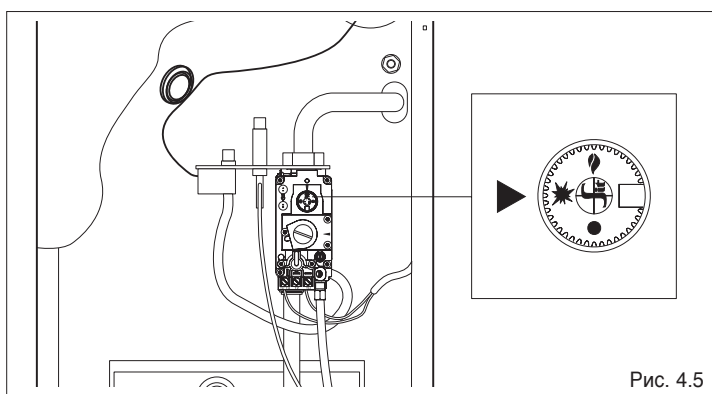

Рис. 4.5
- Для того чтобы основная горелка была перекрыта, а запальная продолжала гореть, нажмите и поверните ручку управления в положение растопочного пламени  (Рис. 4.5).